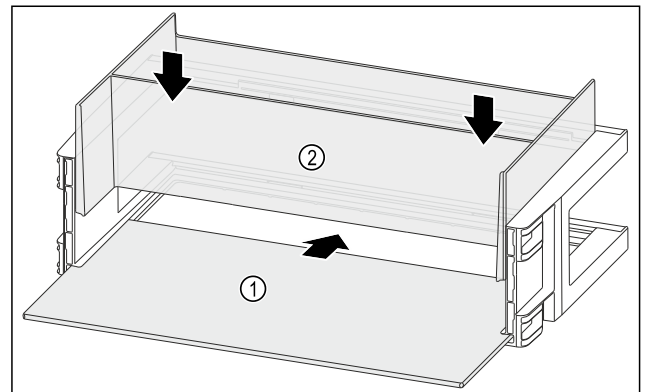

Fig. 117
- Raf alanını Fig. 117 (1) yandaki girintinin içine itin.
- Düzenleyiciyi Fig. 117 (2) yerleştirin.